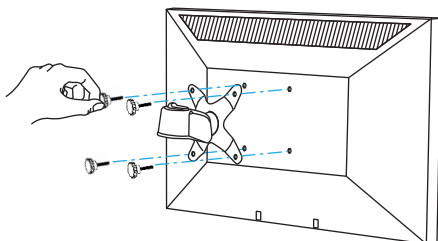

Abbildung 17
2. Setzen Sie die **Monitor-Rändelschrauben** (4 Stück) durch die **VESA-Halterung** und auf die Rückseite des **Monitors**. (Abbildung 17)